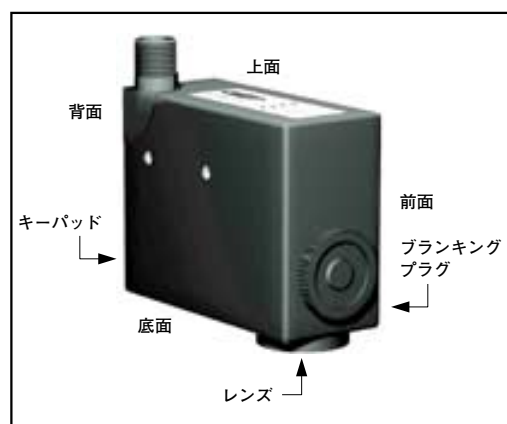

Fig.2 外観
わかりやすいように、Fig.2にセンサを前面からみたイラストを示します。キーパッドはセンサの背面にあり、レンズは底面にあります。
- ハウジング上のレンズの位置を変えないでください。センサは、底面のポートにレンズがある場合のみ機能します (page 2のFig.2を参照)。センサ前面のブランキング・プラグの背後には光学コンポーネントはありません；ブランキング・プラグを取り外さないでください。